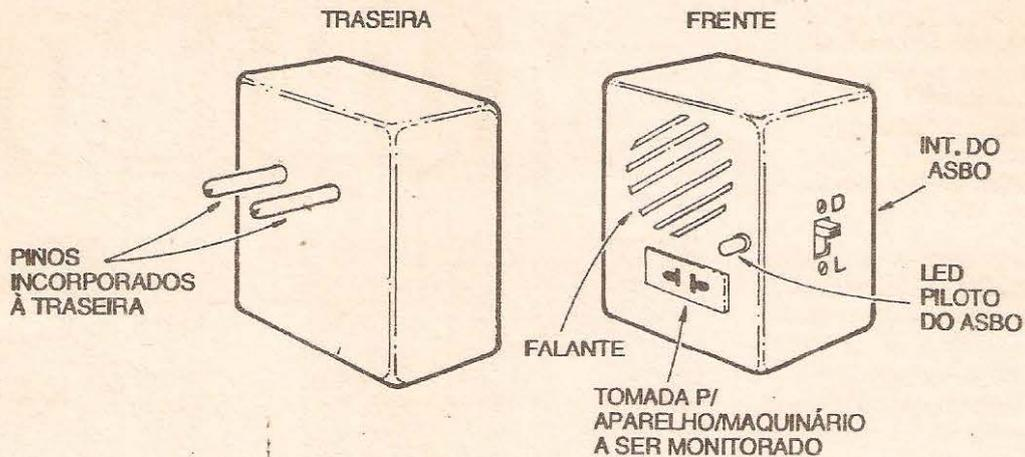

Fig.6
- **FIG. 6 - SUGESTÕES E POSSIBILIDADES PARA O ACABAMENTO EXTERNO...** - Na sua versão mais simples, o ASBO poderá ser encapsulado numa caixinha de mínimas dimensões (basta que caibam a plaquinha, as pilhas e o falante...), ligada a uma tomada local de C.A. através de um par de pinos padronizados, incorporados à sua traseira, ou mesmo através de um curto *rabicho*... Entretanto, quem quiser sofisticar a *coisa*, tornando-a ainda mais prática, funcional e... profissional, poderá (incluindo o adendo sugerido na figura anterior...) dar o acabamento/*lay out* mostrado no diagrama, em que se vê primeiro a *traseira* da caixa, com os pinos *machos* de entrada da C.A. incorporados, e na sequência, a *frente*, sobresaindo a tomada para o aparelho/